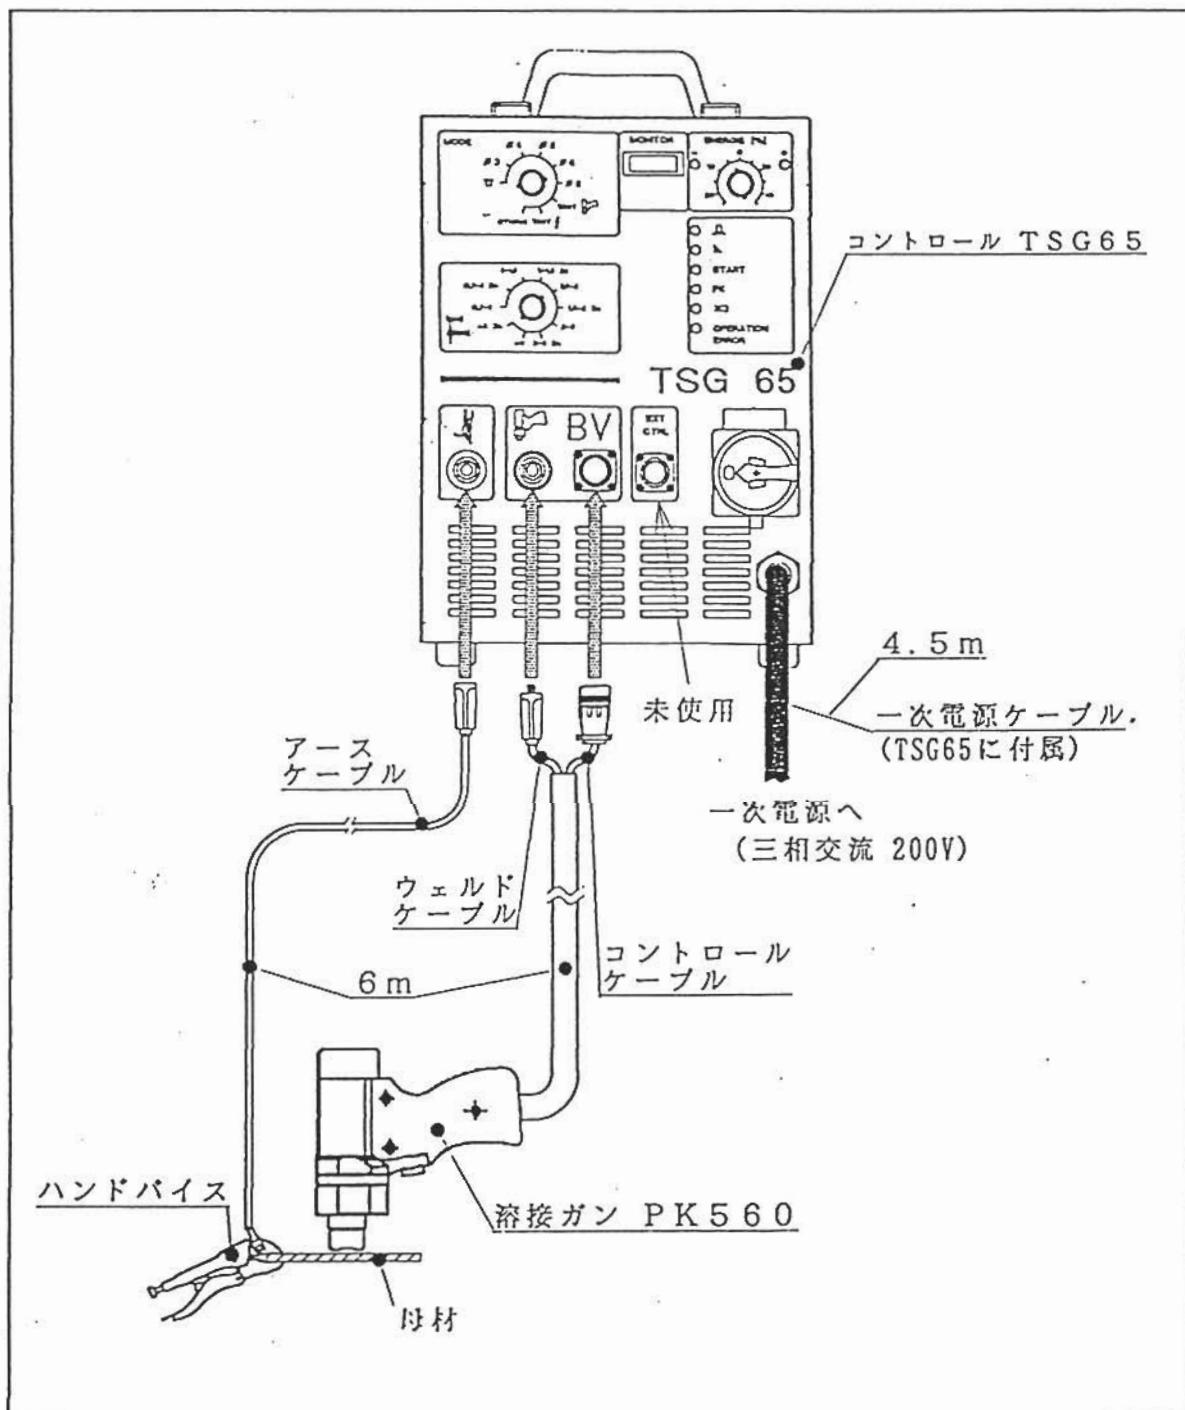

図3-① ケーブル接続方法
溶接ガン(PK560) 及びアースケーブルの本装置への接続は、図3-①に準じて行います。
溶接ガン 及び アースケーブルを図3-①に従ってコントロールに接続し、電源スイッチを入れます。